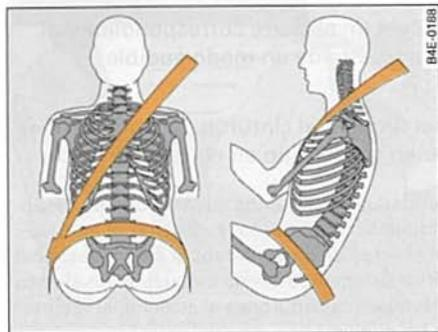

Fig. 169 Colocación de la banda del hombro y de la banda abdominal
- La banda del hombro no deberá pasar nunca por encima del cuello, sino que deberá pasar aproximadamente por el centro del hombro y quedar bien ceñida al busto. La banda abdominal deberá pasar por la región pélvica y quedar bien ceñida a ella, no debiendo pasar por encima del abdomen ⇒ fig. 169. En caso necesario habrá que tirar un poco de la misma hacia abajo.